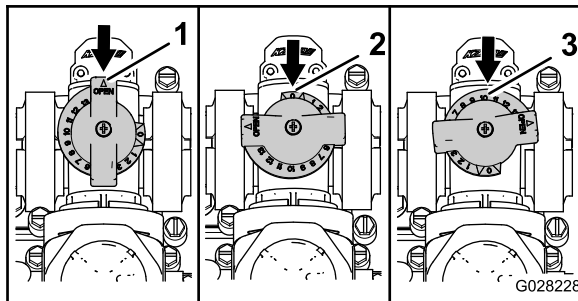

图49
- 图49 中所示为搅拌旁通阀处于完全“打开”位置。
- 图49 中所示为搅拌旁通阀处于“关闭0”位置。
- 图49 中所示为搅拌旁通阀处于“中间”位置经打药车系统压力表进行调节。